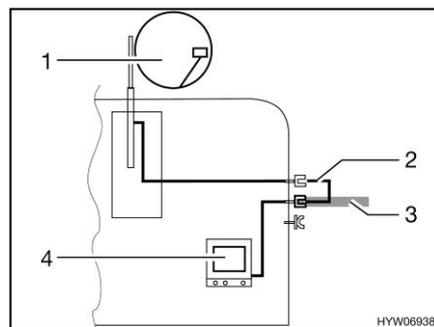

Fig. 199 TV en el vehículo
- TV en el vehículo (Fig. 199,4): Conexión a la antena del techo (Fig. 199,1) con el cable de conexión (Fig. 199,2)
- TV en el vehículo (Fig. 199,4): Conexión a antena externa (Fig. 199,3)